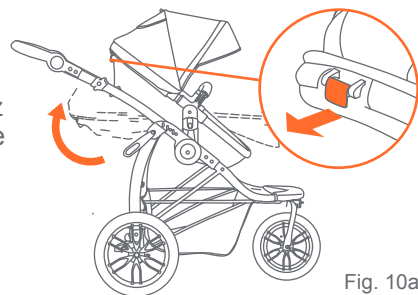

Fig. 10a
- 10) •** Le siège peut être réglé en position verticale, inclinée et position landau. Tirez sur le bouton d'inclinaison situé à l'arrière du siège et installez le siège dans la position désirée (Fig. 10a).